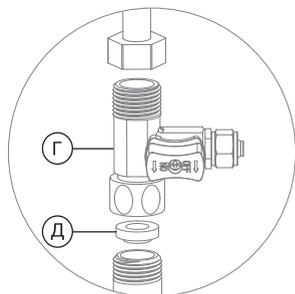

Рис. 6
- Установите адаптер-вентиль (Г) между магистралью холодной воды и гибкой подводкой вашего смесителя. Уплотните соединение тройника-адаптера с магистралью при помощи поставляемого в комплекте уплотнительного кольца (Д) (рис. 6).